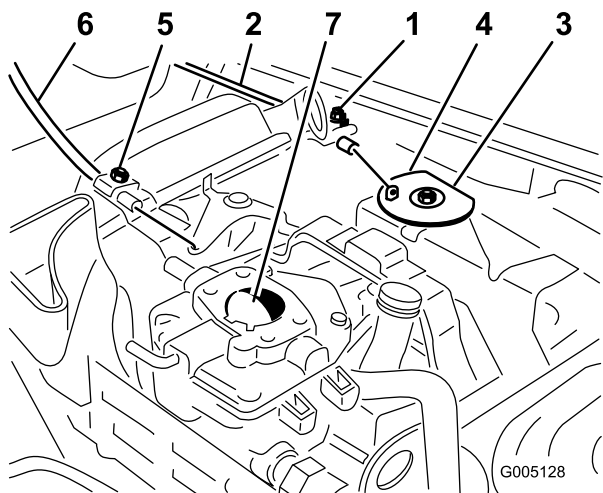

図 35
1. スロットル・ケーブルをエンジンに固定しているクランプのネジをゆるめる(図 35)。
3. スロットル・ケーブルを十分に引いて、スイベルの後部をストップに接触させる(図 35)。
3. チョーク・ケーブルを十分に引いてチョークを完全に閉じ、その位置でクランプのネジを締める(図 35)。